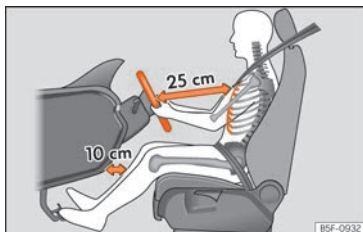
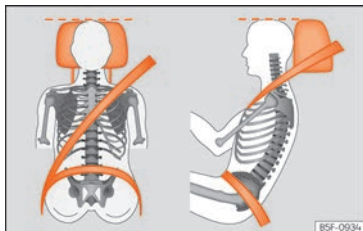

Fig. 82 La separazione corretta tra il conducente e il volante deve essere di 25 cm come minimo (10 pollici).
Fig. 83 Nastro della cintura e poggiatesta posizionati correttamente.
- Regolare il poggiatesta portando il suo bordo superiore alla stessa altezza della parte superiore della testa, in nessun caso mai sotto l'altezza degli occhi. Tenere la nuca il più vicino possibile al poggiatesta »» fig. 82 e »» fig. 83.
- Regolare il volante in modo che resti uno spazio di minimo 25 cm (10 pollici) dal torace »» fig. 82 e che sia possibile prendere il volante lateralmente dal lato esterno con entrambe le mani e le braccia leggermente piegate.
- Regolare il sedile del conducente longitudinalmente in modo da poter premere a fondo i pedali con le gambe leggermente piegate e che le ginocchia restino come minimo a 10 cm (4 pollici) dal cruscotto »» fig. 82.